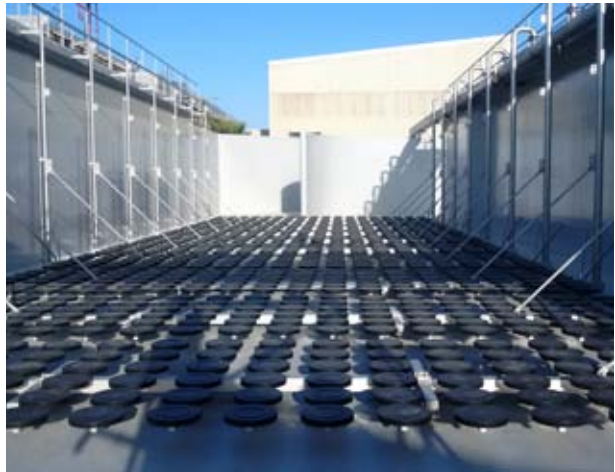

Рис. 2. Сравнение раскладки аэрационной системы из дисковых аэраторов и трубчатых аэраторов
- количество аэрационных элементов (рис. 2);
- количество воздухопроводораспределителей (рис. 2);